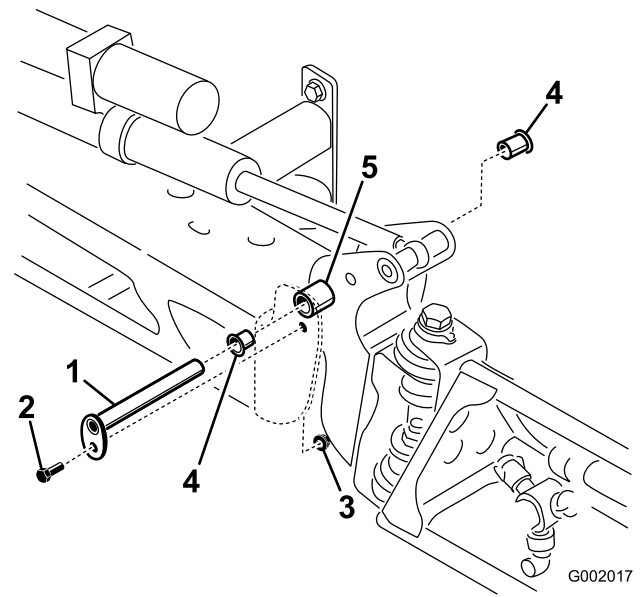

Figure 72
5. Déposez et examinez les bagues en nylon à l'avant et à l'arrière du support de pivot (Figure 72). Remplacez les bagues défectueuses.
7. Montez l'ensemble rampe et support de pivot dans le bâti central en alignant les ouvertures (Figure 72).
3. Lorsque le poids de la rampe est supporté, retirez le boulon et l'écrou de fixation de l'axe de pivot à l'ensemble rampe (Figure 72). Retirez l'axe de pivot.